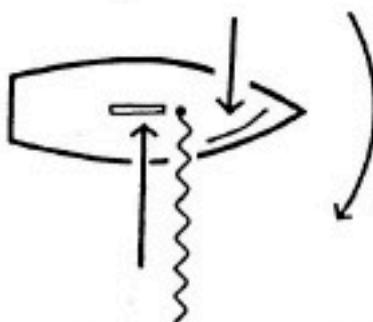

Fig. 13
- a) Quand on choque l'écoute de grand voile (la grand voile est en drapeau), le vent agit principalement sur le foc, le bateau poussé par l'avant pivote autour de sa dérive. Le bateau **ABAT** (Fig.13),